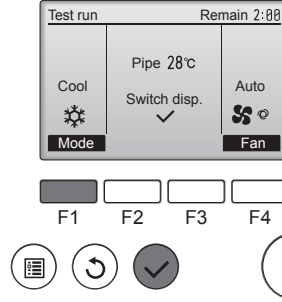

Fig. 7-5
- ① [F1] düğmesine basarak, "Cool" (Soğutma) ve "Heat" (Isıtma) çalışma modları arasında geçiş yapın. (Fig. 7-5)